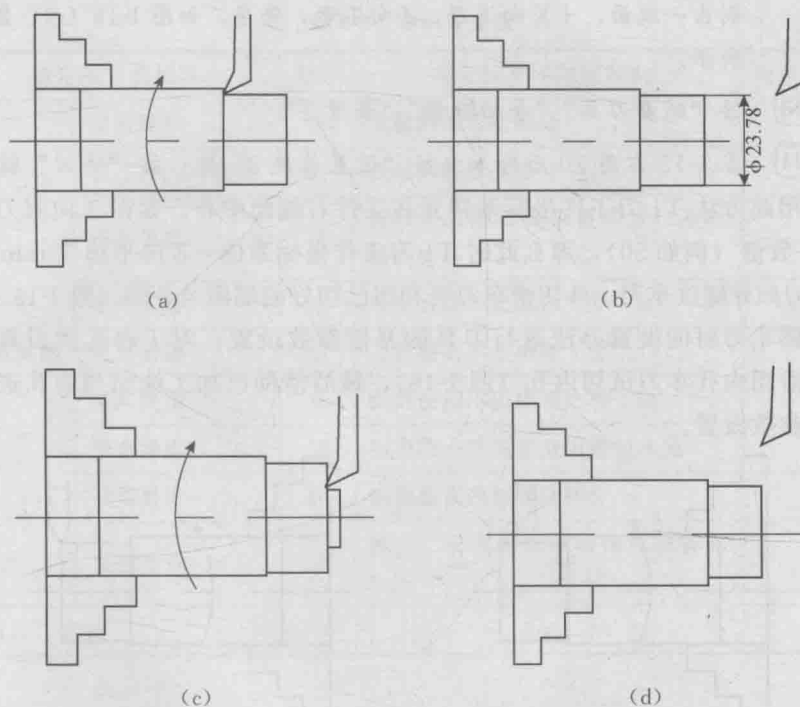

图 1-14 试切对刀操作与测量
(1) 把工件装入主轴并夹紧，然后把加工所用的车刀全部安装到刀架上。
(2) 选择“MDI”工作方式，按“POSITION”键，屏幕进入手动数据输入画面，使用键盘输入如“T1”后按下“循环启动”按钮，使 1 号刀具（一般为外圆车刀）处于加工位置；再按“NOR”键，使主轴转动。
(3) X 向对刀。
Step 03 停车测量（例如为 $\phi 23.78\text{mm}$ ），如图 1-14 所示。